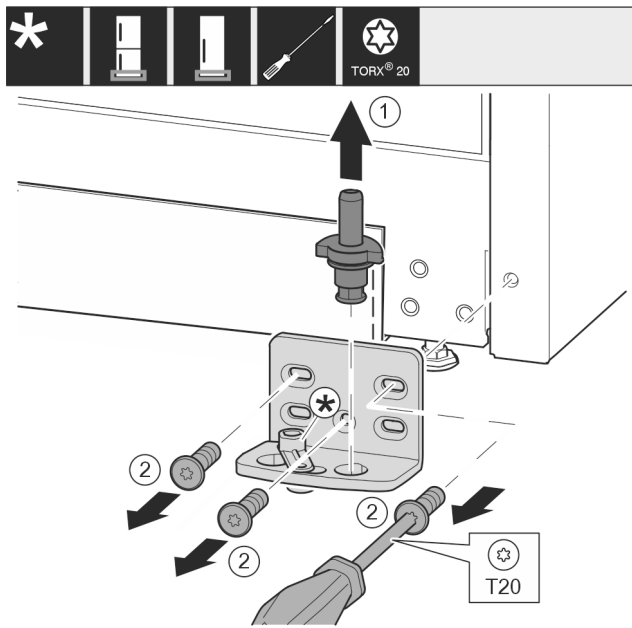

Fig. 13
- ▶ Extrageți complet bolțul de lagăr Fig. 13 (1) în sus.
- ▶ Deșurubați șuruburile Fig. 13 (2) cu șurubelnița și detașați suportul de lagăr.